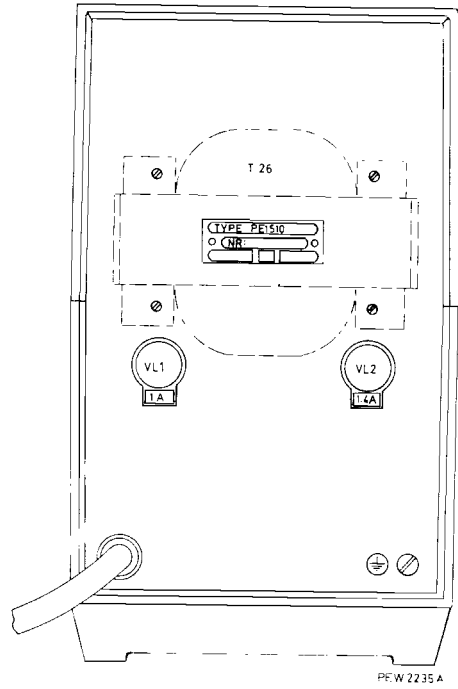

Fig. 2
N. B. Controleer of de juiste smeltveiligheden in de houders aan de achterzijde van het apparaat zijn aangebracht (fig. 2).
N.B. Contrôler si les fusibles corrects sont apportés dans les supports sur la platine arrière de l'appareil (figure 2).